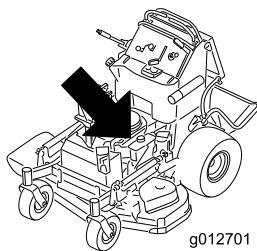

Figura 46
- Cambie el filtro de aceite del motor (Figura 46).